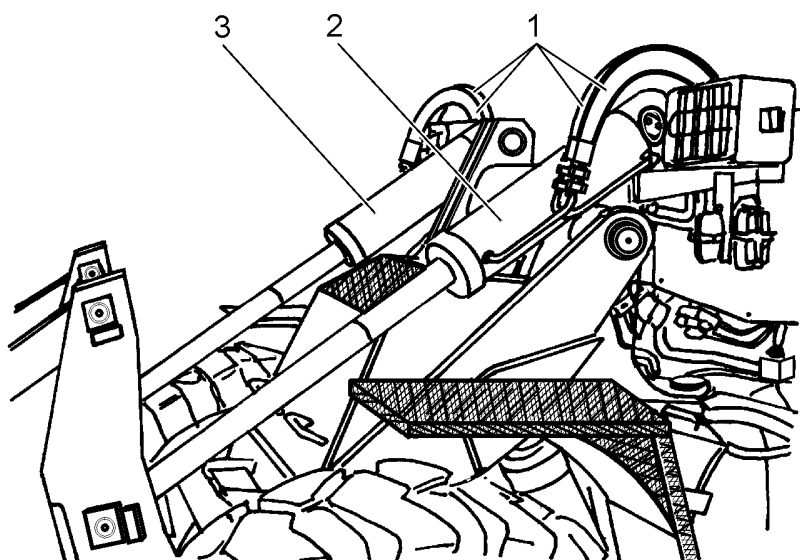

Рис. 10С.6. Подсоединение гидроцилиндров ковша
4. Запустить двигатель. Рычаг управления ковшом установить в положение «закрытие». Установить высокие обороты двигателя и понаблюдать за отверстием гидроцилиндра, от которого был отсоединен маслопровод (1).
8. Подсоединить к гидроцилиндру ковша ранее отсоединенный гибкий маслопровод (1, рис. 10С.6.).
13. СНЯТИЕ (Рис. 10С.1.)
2. Обозначить и отсоединить от левого гидроцилиндра (2, Рис. 10С.6.) ковша два маслопровода (1). С помощью подъемного устройства и соответствующей подвески подвесить левый гидроцилиндр (2) ковша.
3. Отогнуть зубчатую шайбу (14, Рис. 10С.1.) и открутить гайку (15) шкворня (12). Снять шайбу (13). Выбить шкворень (12) с помощью медного молотка 1.519.0750 и снять две шайбы (4).
4. Выкрутить четыре болта с пружинными шайбами и снять опорный диск (5). Стянуть гидроцилиндр (7) с цапфы передней рамы.
14. РАЗБОРКА (Рис. 10С.7. и 10С.8.)